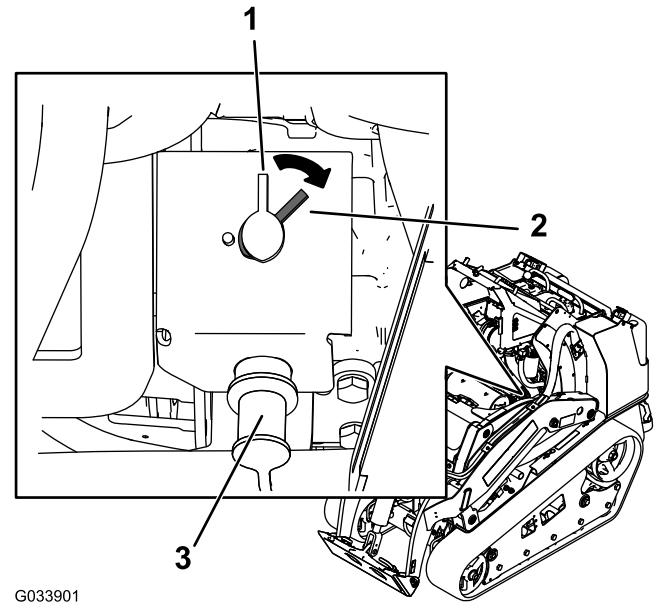

Figura 48
sensul acelor de ceasornic în poziția PORNIT (Figura 48).
- Pentru a deconecta maina de la alimentarea electrică, rotiți comutatorul de deconectare a bateriei în sens invers acelor de ceasornic în poziția OPRIT (Figura 48).